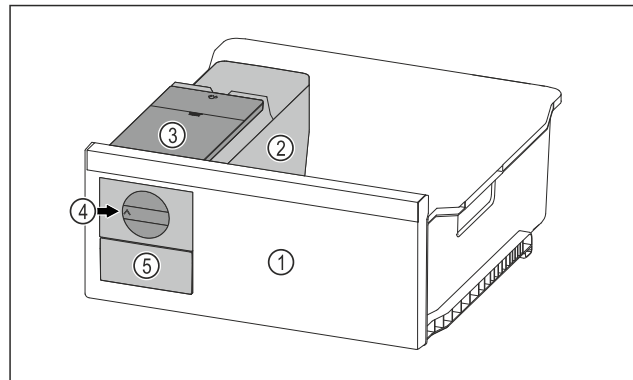

Fig. 97 Voorbeeld
- ▶ Draaiknop Fig. 97 (4) rechtsom tot aan de aanslag draaien.
- ▷ Ijsblokjes vallen uit de ijsblokjeschaal in de ijsblokjeslade Fig. 97 (5).